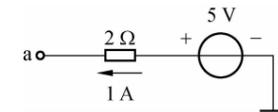

图 1-12
14. 如图 1-12 所示,电路中 a 点的电位 $V_a =$ ()。